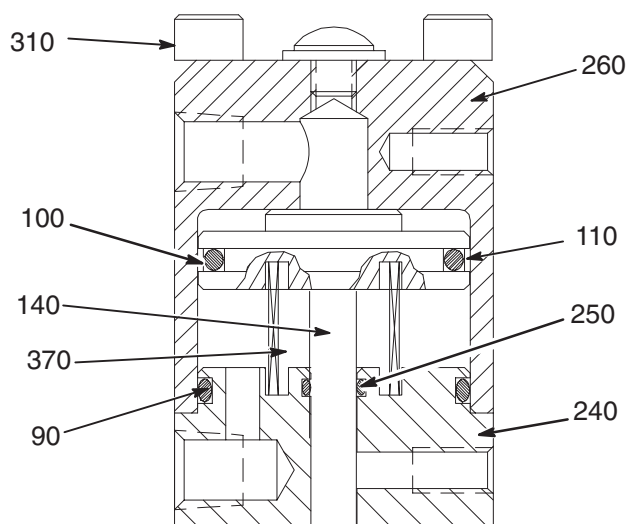
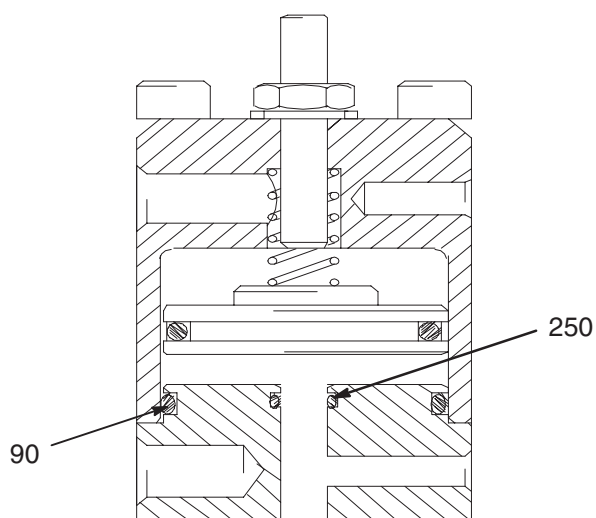

Fig. 10 **Valvola di spegnimento posteriore illustrata**
Fig. 11 **Valvole di tenuta della base**
4. Rimontare il cappuccio e la base (Fig. 10):
- a. Lubrificare l'anello di tenuta (100) e l'anello (110).
- b. Inserire l'anello di tenuta (100) nel solco del pistone dell'ago (140).
- c. Fare scorrere l'anello (110) sulla parte superiore dell'anello di tenuta (100).
- d. Lubrificare, quindi sostituire gli anelli di tenuta (90) e (250). Inserire la molla sui modelli della guarnizione della base (Fig. 11).
- e. Inserire il gruppo dell'ago nel cappuccio del cilindro (260).
- f. Posizionare la molla (370) sull'asse dell'ago/pistone. Sistemare la molla nel solco sul pistone sui modelli con spegnimento posteriore (Fig. 10).
- g. Fare scorrere la base (240), sull'ago, sul cappuccio del cilindro (260). Sistemare la molla (370) nel solco sulla base.